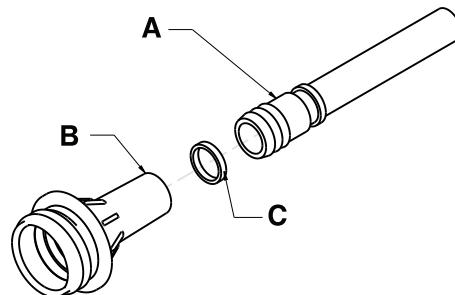

図13-5: 圧縮連結具
- 対角プライヤーを使用して、マットレスカバーの足側端部の最も近くにあり、ローエアロスホースと圧縮連結具 (A) をバルブ本体 (B) に固定しているケーブルタイ (C) を注意してカットしてください (13-19ページの図13-5)。
5. 対角プライヤーを使用して、マットレスカバーの足側端部の最も近くにあり、ローアロースホースと圧縮連結具 (A) をバルブ本体 (B) に固定しているケーブルタイ (C) を注意して切断します (13-19ページの図13-5)。